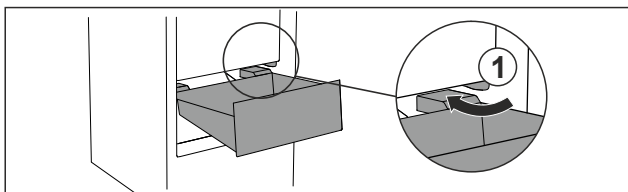

Fig. 65
- ▶ Ghidați sertarul oblic în jurul opritorului Fig. 65 (1).